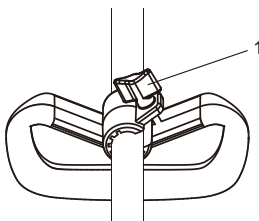

Fig. 6
Tournez le levier de verrouillage (1)(Fig.6) avant de régler la position de la poignée auxiliaire et resserrez-le pour verrouiller la poignée auxiliaire dans la nouvelle position.